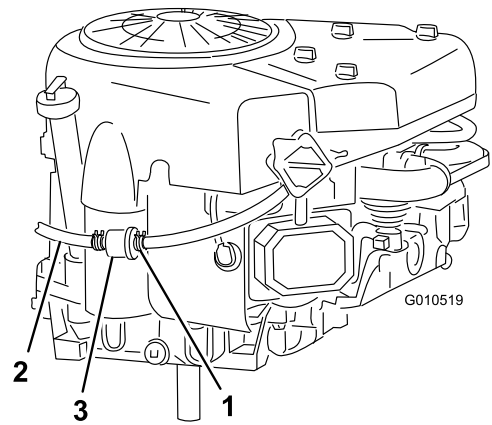

Figure 29
7. Pincez les extrémités du collier de fixation et poussez le collier en haut de la conduite d'alimentation, en direction du réservoir de carburant (Figure 29).
8. Débranchez la conduite d'alimentation du filtre (Figure 29) et laissez l'essence s'écouler dans un bidon ou un bac de vidange.
10. Rapprochez le collier de serrage du filtre pour fixer la conduite d'alimentation et le filtre à carburant (Figure 29).
Le meilleur moment pour remplacer le filtre à carburant (Figure 29) est lorsque le réservoir à carburant est vide. Ne réinstallez jamais un filtre à carburant encrassé après l'avoir déposé de la conduite d'alimentation.